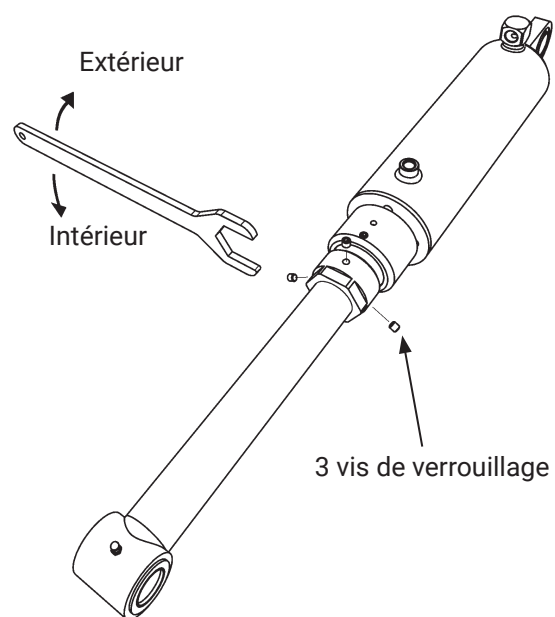

Figure 36. Réglage de l'angle d'inclinaison
3. Desserrer les trois vis de verrouillage sur le vérin monté dans la plate-forme, Figure 36.